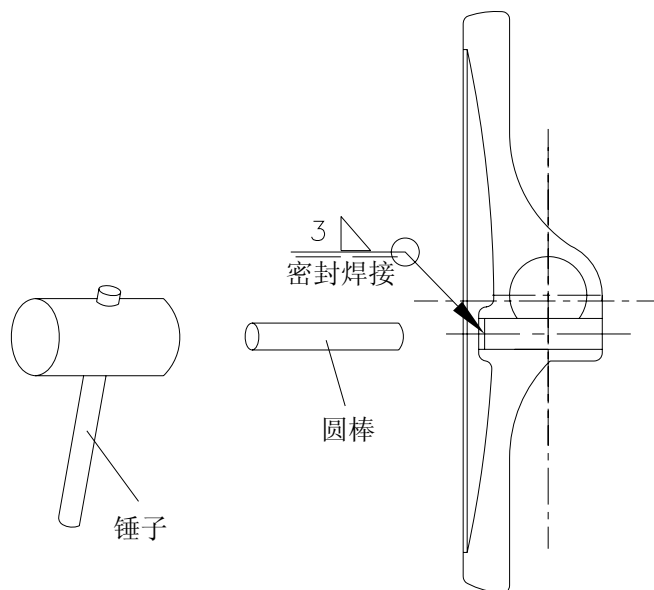

图8-7
- 将阀板 ② 处于关闭位置。
- 如图 8-7 所示，阀板上的固定销 ⑮ 兼有固定和密封的作用，将其焊接部位，用砂轮打磨掉。